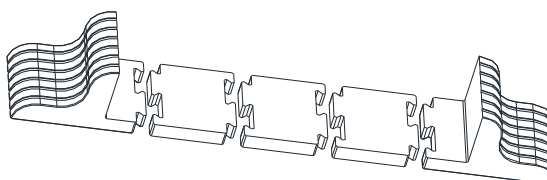

Fig.2-2 Installation de bases de support avec entretoises
Étape 2: Si des racks de batteries externes en option sont connectées à l'onduleur pour fournir une durée de fonctionnement supplémentaire de la batterie, assemblez les entretoises et les bases de support, comme illustré à la Fig.2-2.